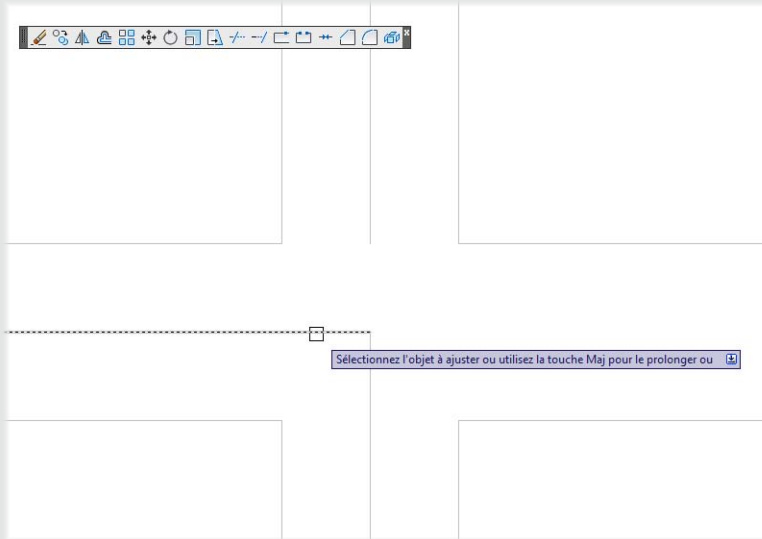

Figure 38
16. L'ajustement des traits et des lignes de construction à éliminer se poursuit (voir Figure 38). Les objets à ajuster sont sélectionnés un par un d'un clic gauche. Validez pour sortir de la commande.